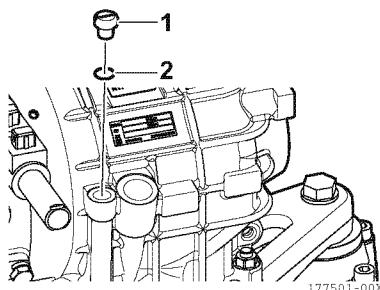

Figure 25
16. Installez le bouchon (1, **Figure 25**) avec le nouveau joint torique (2, **Figure 25**). Serrez le bouchon (1, **Figure 25**) au couple de 10 Nm à l'aide d'une clé dynamométrique appropriée.